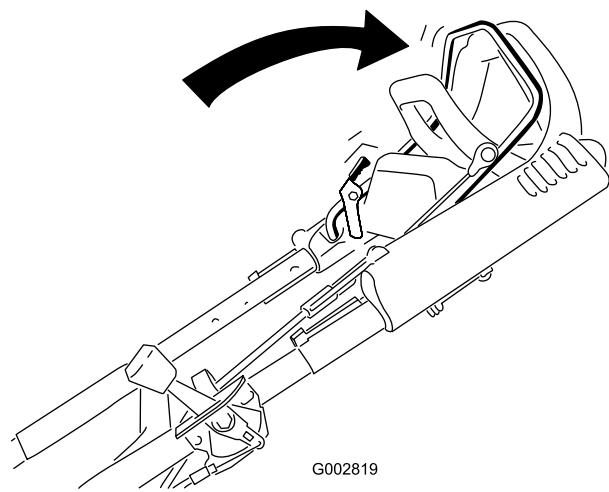

Figura 16
2. Tire de la barra de control hacia el manillar, sujetándola en esa posición (Figura 16).